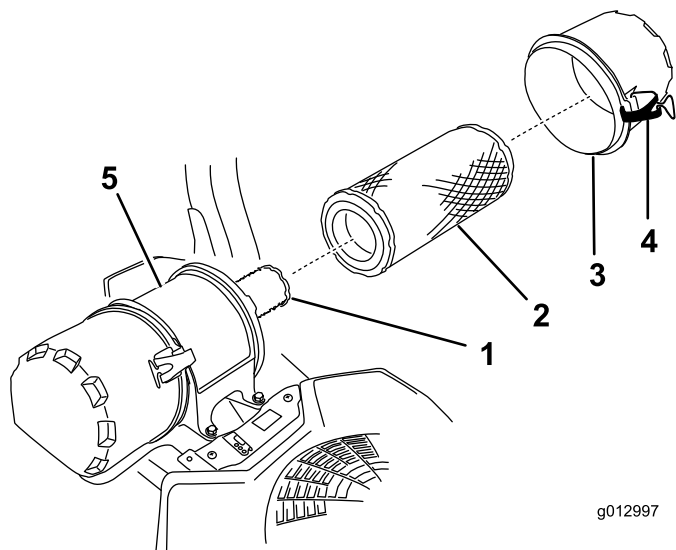

図 28
- エアクリーナのラッチを外し、ボディーからカバーを抜き出す 図 28。
- エアクリーナのボディーから外側エアフィルタをゆっくり引き出す 図 28。
- インナーフィルタを交換する場合には、十分に注意しながら、フィルタのボディに挿入する図 28。
- アウターフィルタをゆっくり押し込むようにして安全フィルタの上から取り付ける図 28。